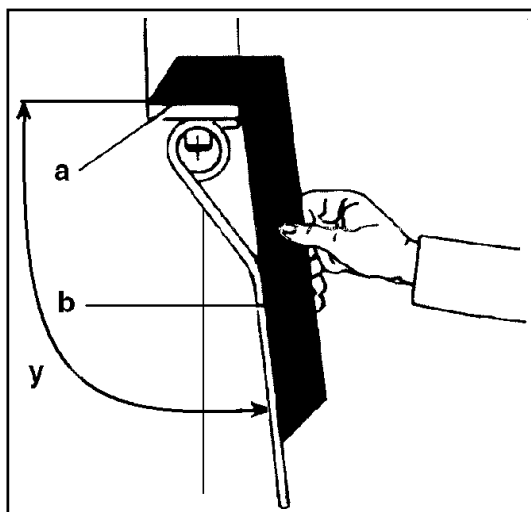

Fig. 4-2
- Régler les dents en rajustant la vis de butée (x) de manière que le calibre de réglage soit parallèle pour (a) et (b) (fig. 4-2).